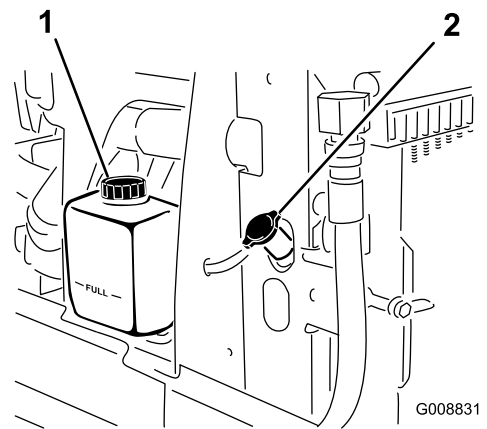

Figure 77
1. Retirez le bouchon du radiateur et le bouchon du vase d'expansion avec précaution (Figure 77).